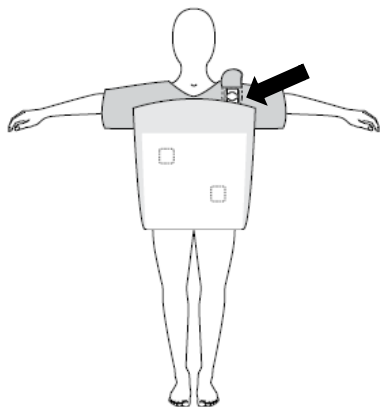

図 5
- (3) 3M™ ベアーハガー™ + ガウンブランケットの 3M™ ベアーハガー™ ペーシエントウォーミング モデル 5050、モデル 675、モデル 750 およびモデル 775 専用ホース挿入口にエアーホースを接続し、加温を開始する (図 5)。